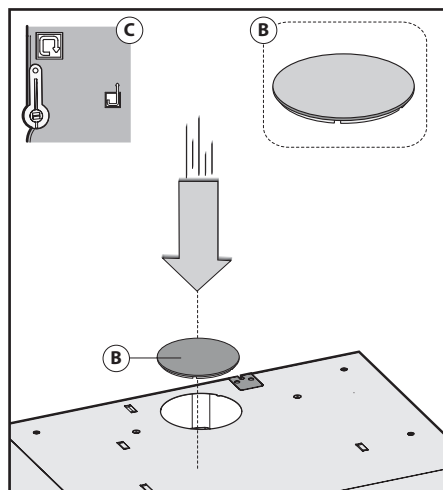

Fig.5
- S'il s'agit d'une hotte en version **recyclage** il faut placer le levier **C** comme illustré figure 5.
pour transformer la hotte de la version évacuation à la version recyclage, demandez à votre vendeur des filtres à charbon actif. Monter les filtres dans le groupe d'aspiration en les centrant bien à l'intérieur de la hotte et en les faisant pivoter de 90 degrés jusqu'au dé clic (Fig.9). Pour effectuer cette opération, retirez la grille **D** ou les panneaux **G** (Fig.6-7). Fermez l'orifice d'évacuation de l'air à l'aide du bouchon **B**, comme illustré Fig.5.